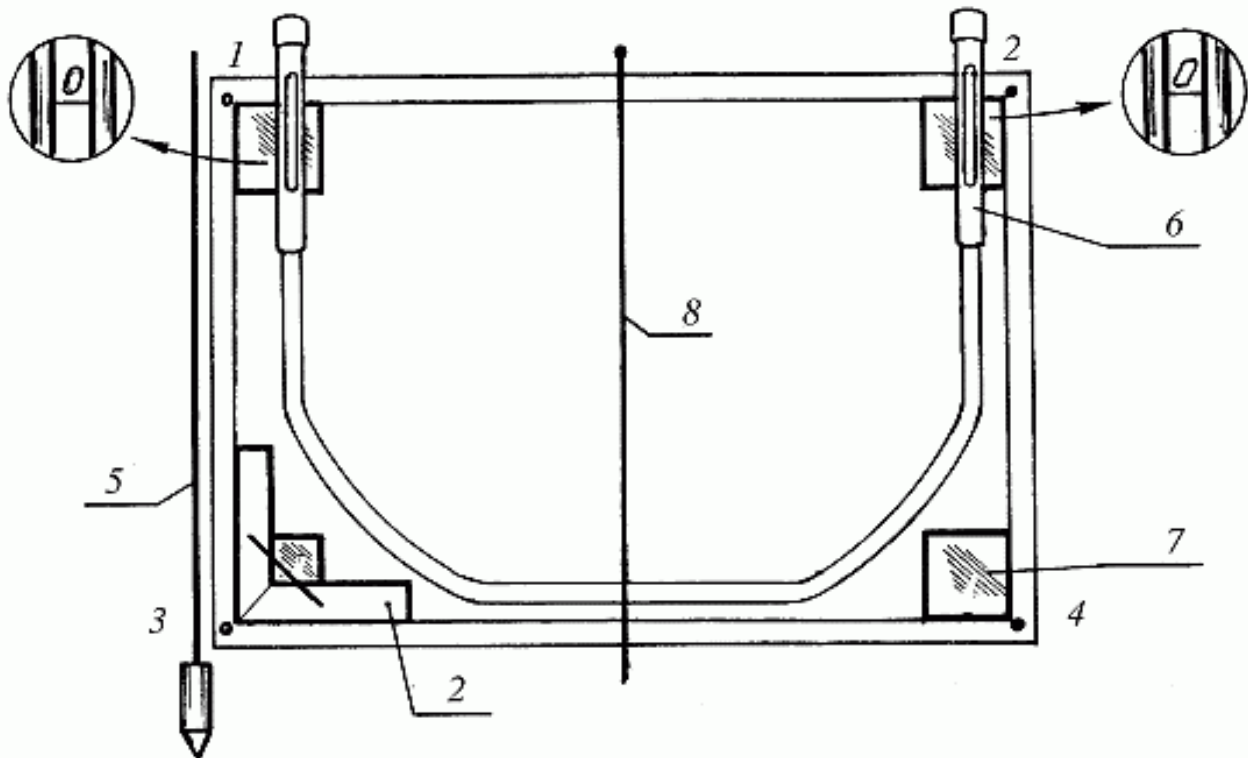

Рис. 48. Провешивание стен и установка маяков: 1–4 – гвозди; 5 – отвес; 6 – гибкий уровень; 7 – маячные плитки; 8 – шнур-причалка; 9 – угольник
Для вертикальной провески (рис. 48) на верхнем уровне облицовки на расстоянии 30–40 см от угла примыкающей стены вбейте гвоздь (1), шляпка которого должна выступать над поверхностью на толщину облицовки (7–15 мм – толщина плитки плюс толщина подстилающего слоя). К шляпке привяжите отвес и по нему определите толщину облицовки внизу, где на расстоянии 20–25 см от пола вбейте гвоздь (2), шляпка которого должна касаться отвеса. Затем между этими гвоздями натяните шнур. Аналогичную операцию проведите на другой стороне стены. Точку для верхнего гвоздя (3) определите с помощью гибкого уровня, использующего закон сообщающихся сосудов (7). Нулевое деление (уровень воды) одной из визирных трубок уровня совместите с гвоздем (1), тогда нулевая отметка (уровень воды) другой визирной трубки покажет место для гвоздя (3) – эту операцию удобнее производить вдвоем. С помощью отвеса, привязанного на гвоздь (3), найдите точку для установки гвоздя (4) (аналогично гвоздю (2)). Между гвоздями (3) и (4) также натяните причальный шнур.